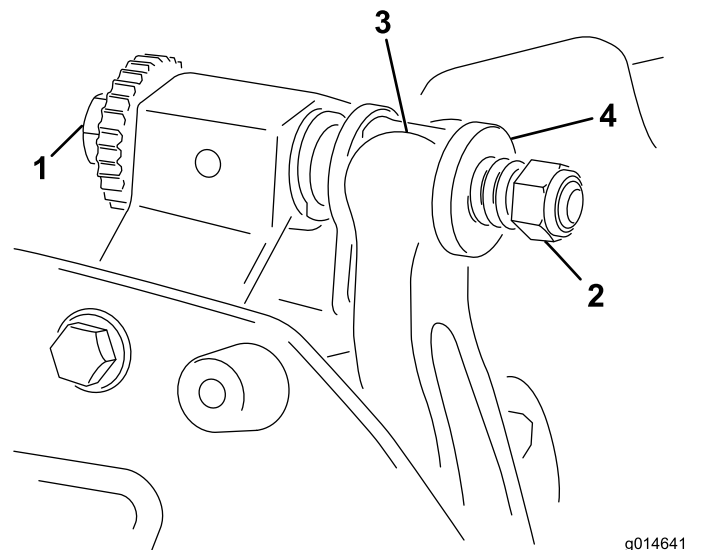

Figura 20
2. Afloje la tuerca de tensado del muelle hasta que el muelle deje de presionar la arandela contra la barra de asiento (Figura 20).
1. Gire el tornillo de ajuste de la barra de asiento en el sentido contrario a las agujas del reloj para alejar la contracuchilla del molinete (Figura 20).
1. Instale la barra de asiento, posicionando las pestañas de montaje entre las arandelas y el tornillo de ajuste de la barra de asiento (Figura 20).